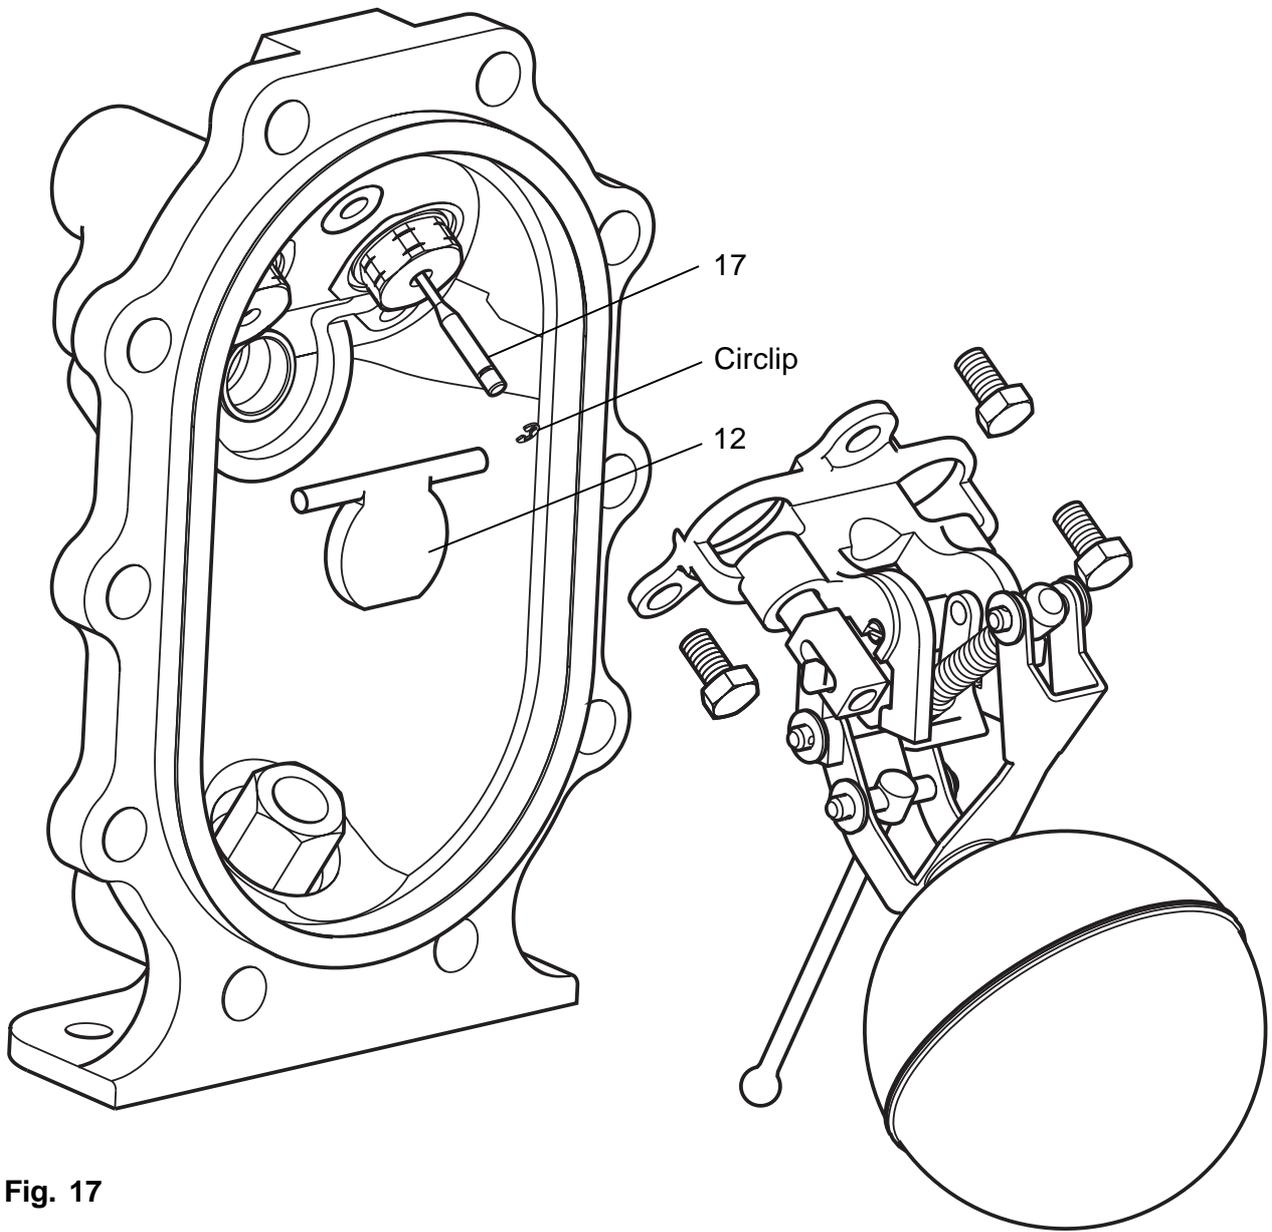

Fig. 17
3. Con cuidado quite el anillo de seguridad del extremo de la válvula de entrada de vapor (item 17).
5. Saque el conjunto soporte de bomba (Ver Fig. 17). Esto nos facilitará el acceso a la válvula de clapeta de entrada (item 12).